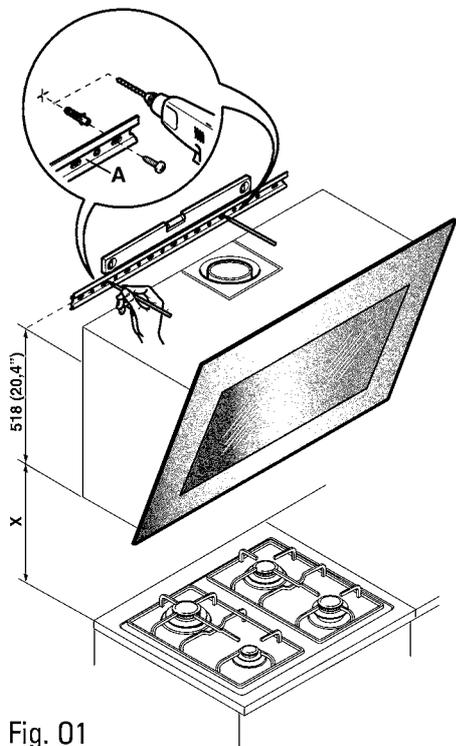

Fig. 01
distance doit être d'au moins 65 cm (25,6") (voir figure 01). Toutefois, en fonction de l'interprétation de la normative EN60335-2.31 du 11/07/2002 donnée par le TC61 (sub-clause 7.12.1 meeting 15 agenda item 10.11), dans le cas de la hotte Quasar, cette distance minimale entre le plus de cuisson et la partie inférieure de la hotte peut être réduite à 53 cm. Si les instructions de votre plan de cuisson alimenté au gaz indiquent une distance majeure, vous devez en tenir compte. Dans la version aspirante, tout le tuyau d'évacuation des fumées doit avoir un diamètre non inférieur à celui du raccord de la hotte. Sur les parcours horizontaux, le tuyau doit être légèrement incliné (de 10% environ) vers le haut pour mieux entraîner l'air à l'extérieur du local. Utiliser les coudes le moins possible, vérifier que les tubes ont la longueur minimum indispensable. Respecter les normes en vigueur sur l'évacuation de l'air à l'extérieur.